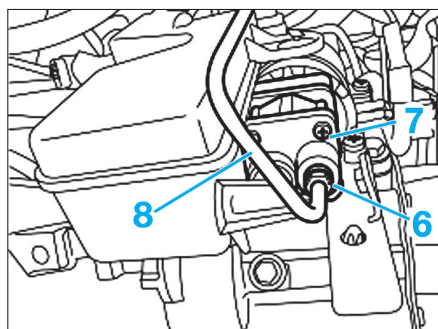

Fig. 44
- Débrancher le raccord du tuyau (5) du bloc hydraulique entre pompe électrique et bloc hydraulique.
- Débrancher le raccord (6) de la pompe électrique (7) et déposer le tuyau (8) (Fig.44).